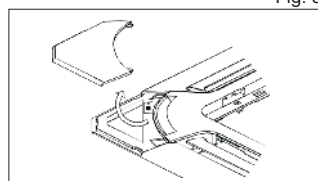

Fig. 3
2. Per le unità dotate di coperchi removibili, rimuovere la copertura per l'installazione ai quattro angoli (Fig.3)